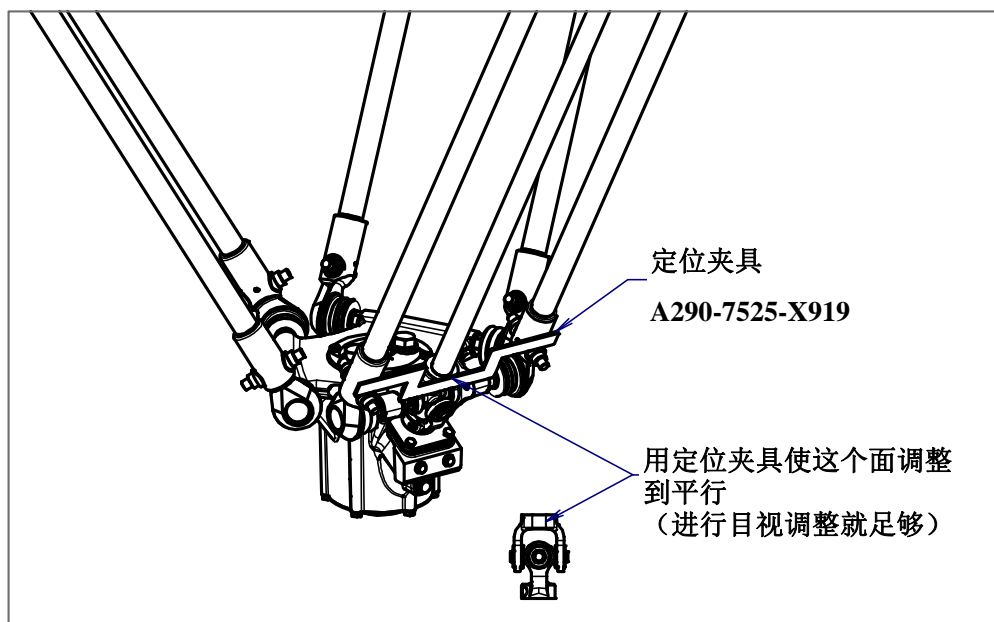

图 7.3 (a) 万向接头的相位校准
- 11 进行万向接头相位校准。以点动方式操作 J4，对合于万向接头相位校准的姿势。（见图 7.3 (a)）